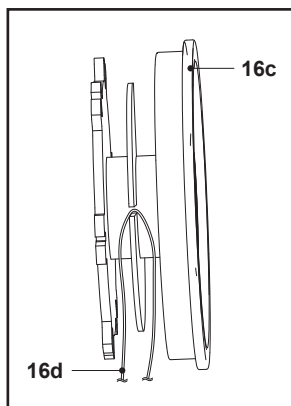

Fig. 29
5. Pliază firul de tăiere (16d) și treci bucla prin fanta de pe bobina de tăiere (16c) și prinde-l (Fig. 29).